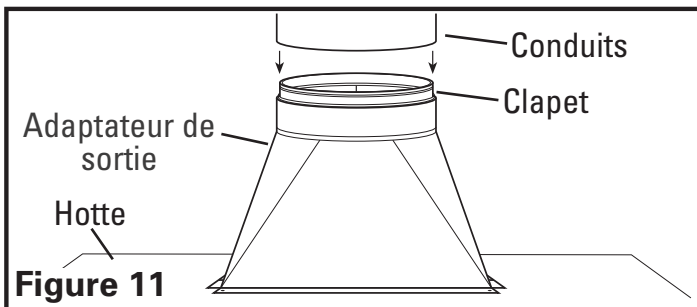

Figure 11
5. Raccordez les conduits à l'adaptateur de sortie et du clapet. Fixez en place en utilisant du ruban de gaine pour sceller tous les joints (Figure 11).